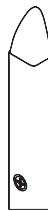

Figure 3
**Étape 7:** Insérez les embouts aux extrémités supérieures et inférieures de chaque montant, tel qu'illustré à la **Figure 3**.